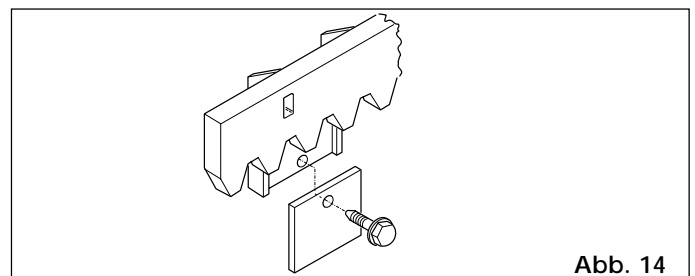

Abb. 14
4.4.3. VERSCHRAUBBARE NYLON-ZAHNSTANGE (Abb. 14)